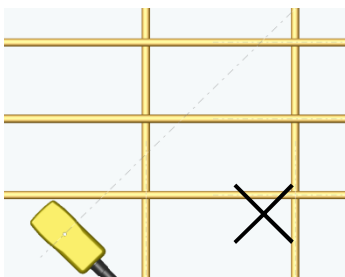
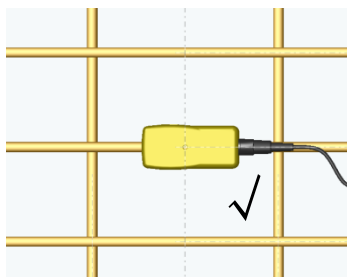

图 4.10
图 4.11
- 3) 扫描方向应垂直于钢筋走向 (如图 4.11), 否则可能会造成误判 (如图 4.10)。